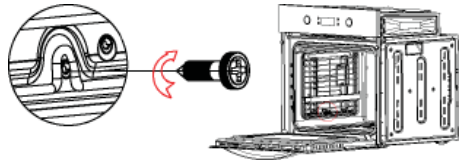

Abbildung 1
- 1) Lösen Sie die Befestigungsschraube des Rosthalters mit einem Schraubenzieher, wie auf Abbildung 1 gezeigt.
- 1) Führen Sie das Gitterrost in die Montageöffnung an der Seitenwand des Hauptrahmens ein, wie in Abbildung 2 dargestellt. Ziehen Sie die Schraube mit einem Schraubenzieher fest und gehen Sie zum Einbau der anderen Seitenplatte, wie in Abbildung 1 dargestellt.